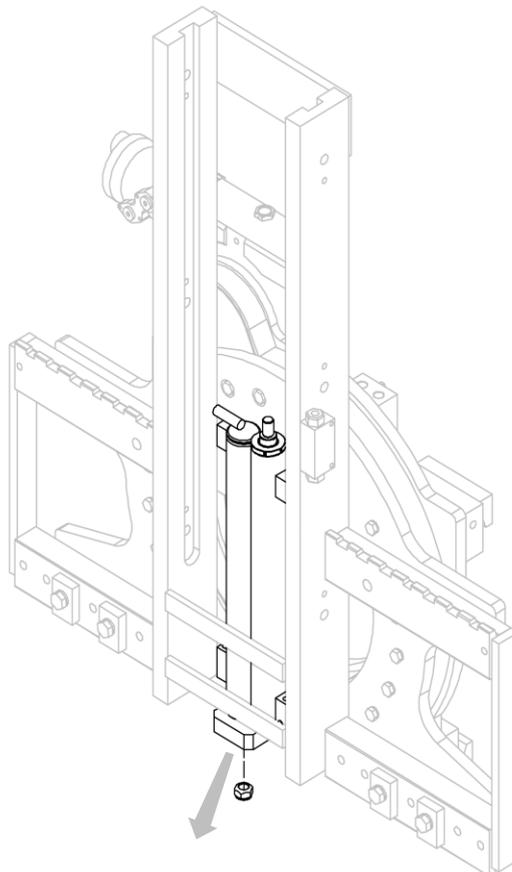

Abbildung 25
4. Schrauben Sie die Zylinder von dem Geräterahmen ab (siehe *Abbildung 25*).